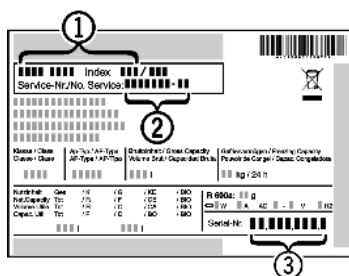

Fig. 13
- Relever la désignation de l'appareil *Fig. 13 (1)*, le n° de service *Fig. 13 (2)* et le n° de série *Fig. 13 (3)* sur la plaquette signalétique. Cette plaquette se trouve sur la paroi intérieure gauche de l'appareil.
- Informer le S.A.V. et lui communiquer la panne, la désignation de l'appareil *Fig. 13 (1)*, le n° de service *Fig. 13 (2)* et le n° de série *Fig. 13 (3)*.